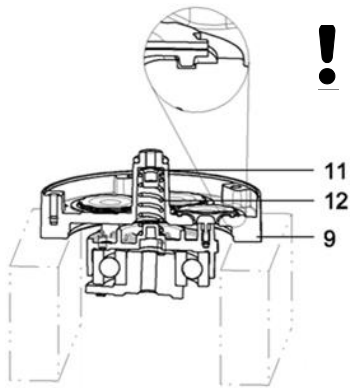

Fig. 6
2. Gemäss Fig. 6 Membranaufnahme (9) auf eine geeignete Unterlage stellen.